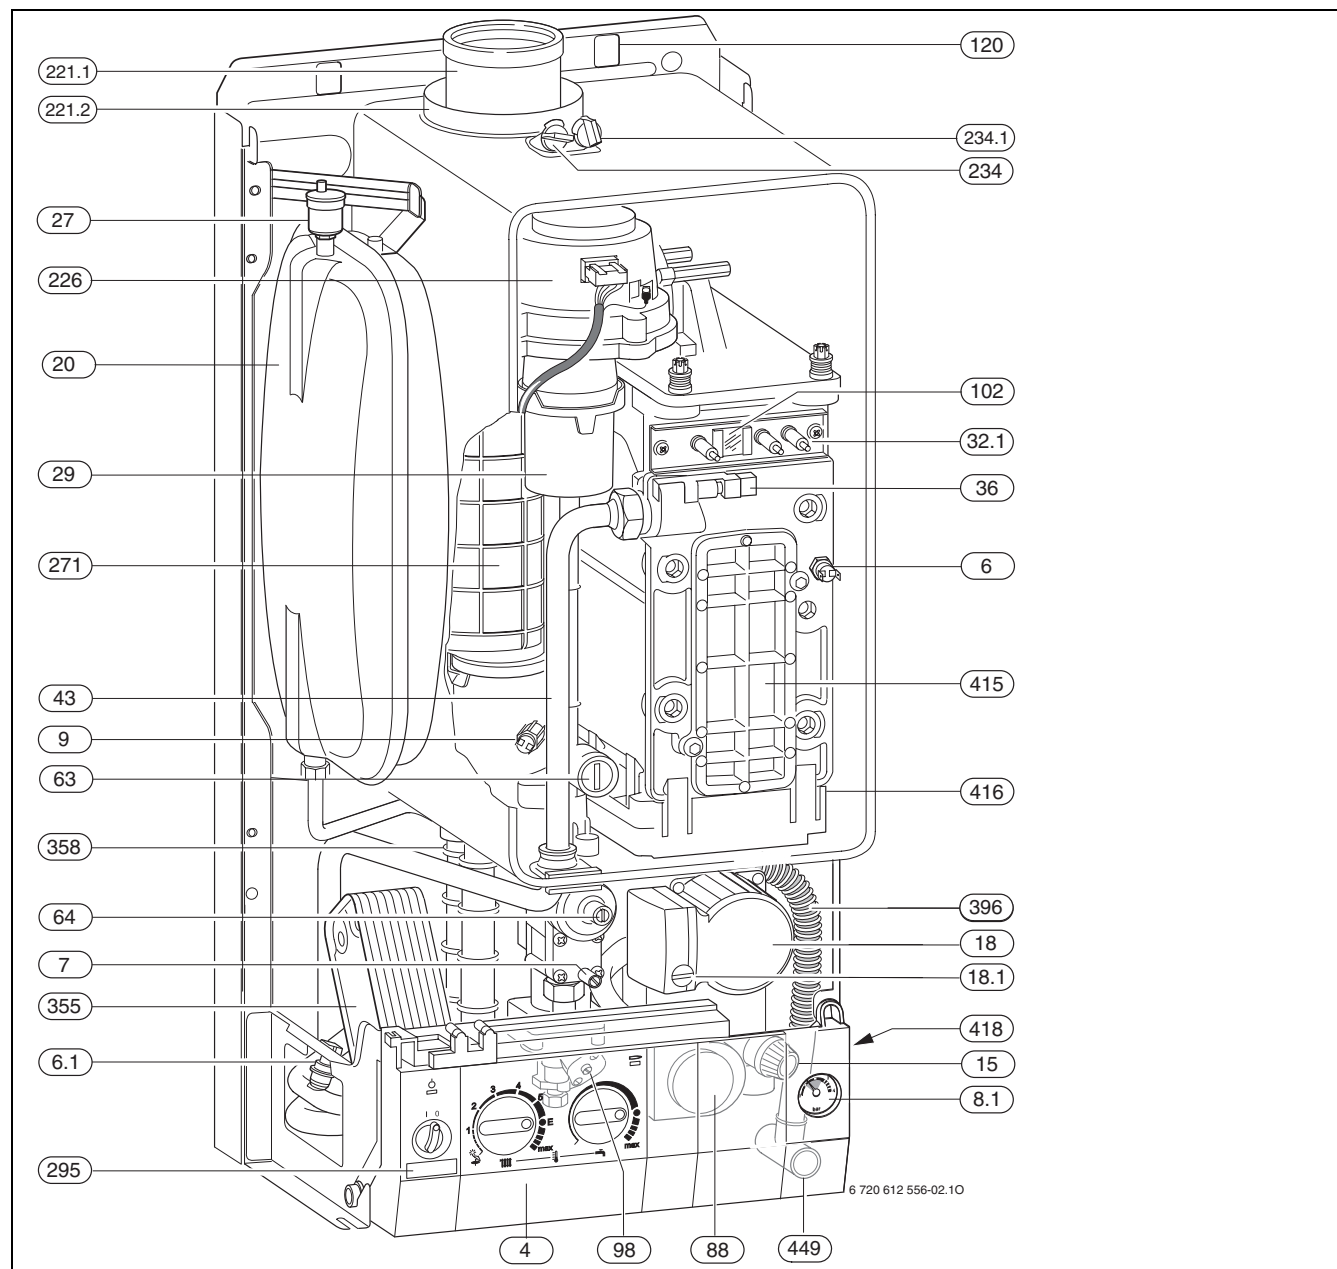

Fig. 3
Typeskiltet (418) findes nederst til venstre bag på kedlen (→ Fig. 3).